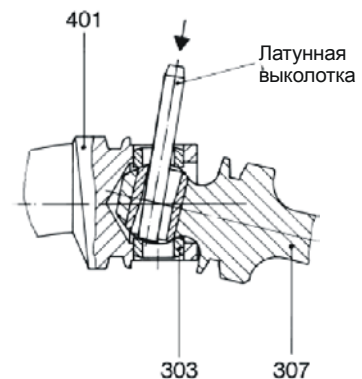

Рис. 4: Снятие втулок пальца шарнира
- Выбить палец шарнира (301).
- Латунной выколоткой наполовину выбить обе втулки (303) пальца шарнира. При этом удерживать карданный вал (307) наклонно (см. рис. 4).